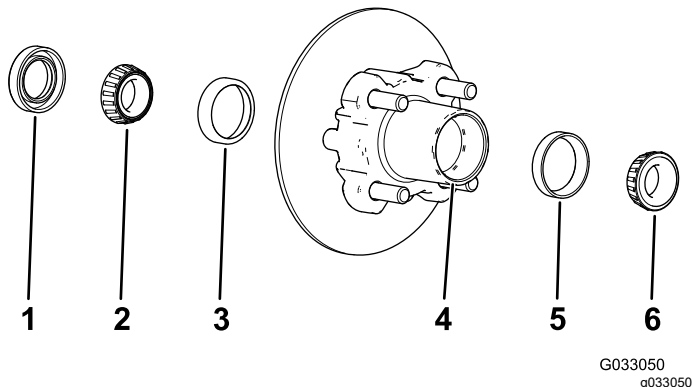

Figura 26
1. Rimuovete il cuscinetto esterno e il relativo anello dal mozzo (Figura 26).
2. Rimuovete la guarnizione e il cuscinetto interno dal mozzo (Figura 26).
5. Pulite la cavità del mozzo da tutto il grasso, la sporcizia e i detriti (Figura 26).
7. Riempite la cavità del mozzo per il 50–80% di grasso specificato (Figura 26).
8. Montate il cuscinetto interno sull'anello sul lato interno del mozzo e montate la guarnizione (Figura 26).